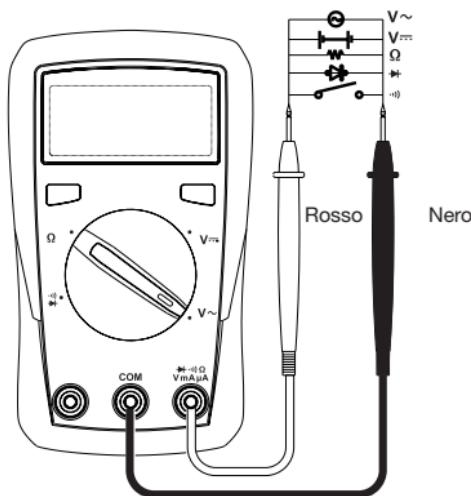

Fig. 2
1. Inserire il cavo di misura rosso nella boccola di misura VmA μ A Ω e il cavo di misura nero nella boccola di misura COM. Utilizzare la Fig. 2 come guida
3. Collegare entrambe le puntali di misura all'oggetto da misurare. Se la tensione di ingresso (CC) è negativa, davanti al valore misurato
Utilizzare la Fig. 2 come guida.
1. Inserire la spina del puntale nero nella boccola COM. Inserire la spina del puntale rosso nella boccola VmA μ A Ω . Utilizzare la Fig. 2 come guida